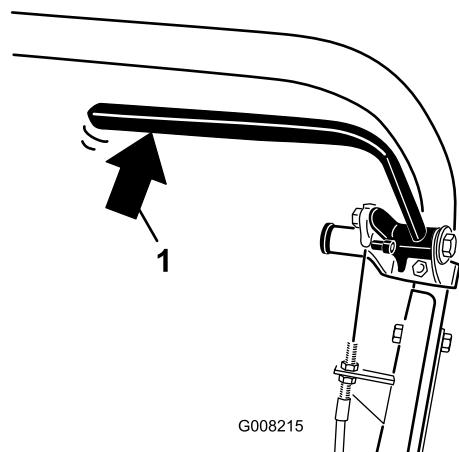

Figure 32
2. Servez-vous d'un dynamomètre pour appuyer vers l'arrière sur le levier du frein de service (Figure 32). Le frein de stationnement doit se desserrer lorsqu'une force de 13,5 à 18 kg est atteinte. Si le frein de stationnement se desserre avant d'atteindre une force de 13,5 à 18 kg, le câble de frein doit être réglé. Passez à l'opération 3.